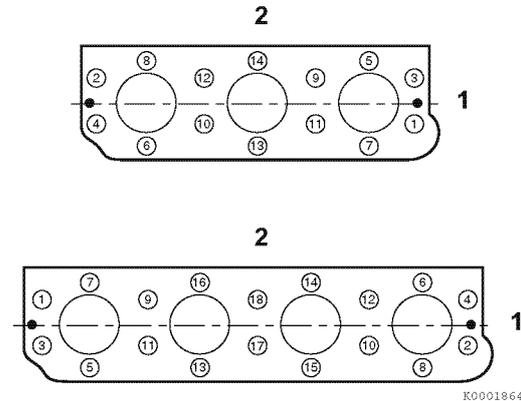

**Figure 6-11**
1. Retirez le goujon d'alignement de l'axe de culbuteur (4, **Figure 6-11**) du support (5, **Figure 6-11**).
2. Faites glisser l'axe de culbuteur (3, **Figure 6-11**) hors des supports de culbuteur (5, **Figure 6-11**), des ressorts (1, **Figure 6-11**) et des culbuteurs (2, **Figure 6-11**).
3. Retirez la vis de réglage de la soupape (6, **Figure 6-11**) et le contre-écrou (7, **Figure 6-11**) des culbuteurs.